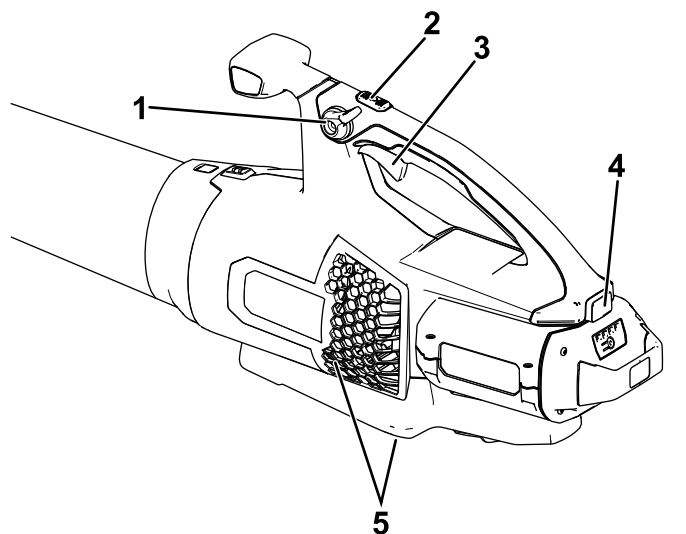

Figura 4
4. Per avviare il soffiatore, premete la levetta della velocità variabile (Figura 4).
Nota: Innestate il blocco della velocità per tenere la macchina accesa senza premere la levetta della velocità variabile (Figura 4).
Per ottenere le massime prestazioni (velocità dell'aria), premete completamente la levetta della velocità variabile, quindi tenete premuto il pulsante turbo boost per la quantità di tempo desiderata (Figura 4).
Per regolare la velocità dell'aria mentre il soffiatore è in funzione, utilizzate la levetta della velocità variabile (Figura 4).
Per mantenere la velocità dell'aria impostata, innestate il blocco della velocità (Figura 4).
Per arrestare il soffiatore, disinnestate il blocco della velocità (se in uso) e lasciate andare la levetta della velocità variabile (Figura 4).